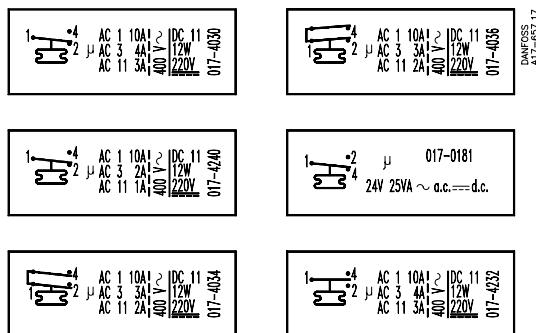

Fig. 3
Omgivelsestemp: -50°C til +70°C (-50T70). Min. temperaturændringshastighed: < 1 K/15 minutter. Kapsling: IP 66 iht. IEC 529. Kontaktbelastning: Se kontaktdækslet eller fig. 3. Mærkningen, f.eks. 10 (4) A, 400 V ~ a.c. angiver, at der maks. må tilsluttes 10 A ohmsk og 4 A induktiv belastning ved 400 V ~. Den maksimale startstrøm ved indkobling af motor (L.R.) må være op til syv gange den induktive belastning – dog maks. 28 A. RT termostaterne er godkendt iht. VDE* 0660, Prüfkasse II. *VDE = Verband: Deutscher Elektrotechniker
Ambient temperature: -50°C to +70°C (-50T70). Min. temperature variation rate: < 1 K/15 minutes. Enclosure: IP 66 to IEC 529. Contact load: See switch cover or fig. 3. The marking, e.g. 10 (4) A, 400 V ~ a.c. means that max. connection current is 10 A ohmic and 4 A inductive at 400 V ~. The max. starting current on motor cutin (L.R.) may be up to seven times the inductive load – but max. 28A. The RT thermostats are approved to VDE* 0660, Prüfkasse II. *VDE = Verband Deutscher Elektrotechniker